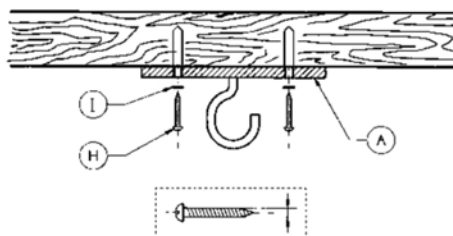

Fig. 4
В деревянной балке сделайте четыре отверстия диаметром, меньшим, чем диаметр шурупов (Н). (Рис.4/Fig.4). Закрепите крепежную пластину (А) при помощи четырех шурупов (Н) и шайб (І). Убедитесь, что деревянная балка выдержит вес работающего вентилятора (мин. 25 / 40 кг).
- Для доступа к крыльчатке, при помощи отвертки, открутите фиксирующий винт и снимите удерживающее кольцо с передней решетки вентилятора (**Fig. 4 / Рис.4**).